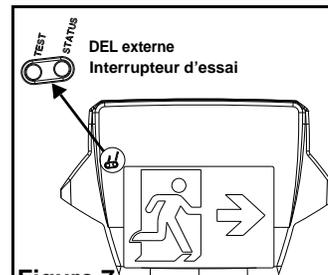

Figure 7
- Couleur rouge: indique une défectuosité de l'appareil. Voir la figure 7 pour plus de détails.